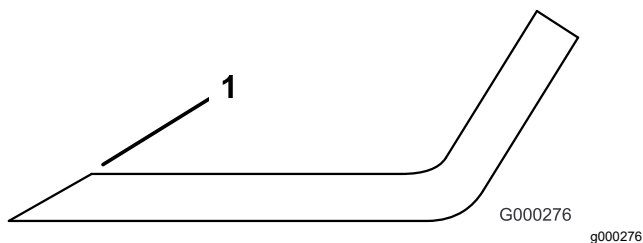

Figure 100
3. Examinez les tranchants de toutes les lames et aigüez-les s'ils sont émoussés ou ébréchés (Figure 100).
**Remarque:** N'aigüisez que le haut du tranchant et conservez l'angle de coupe d'origine pour obtenir une coupe nette (Figure 100). Limez la même quantité de métal sur chacun des deux tranchants pour ne pas déséquilibrer la lame.